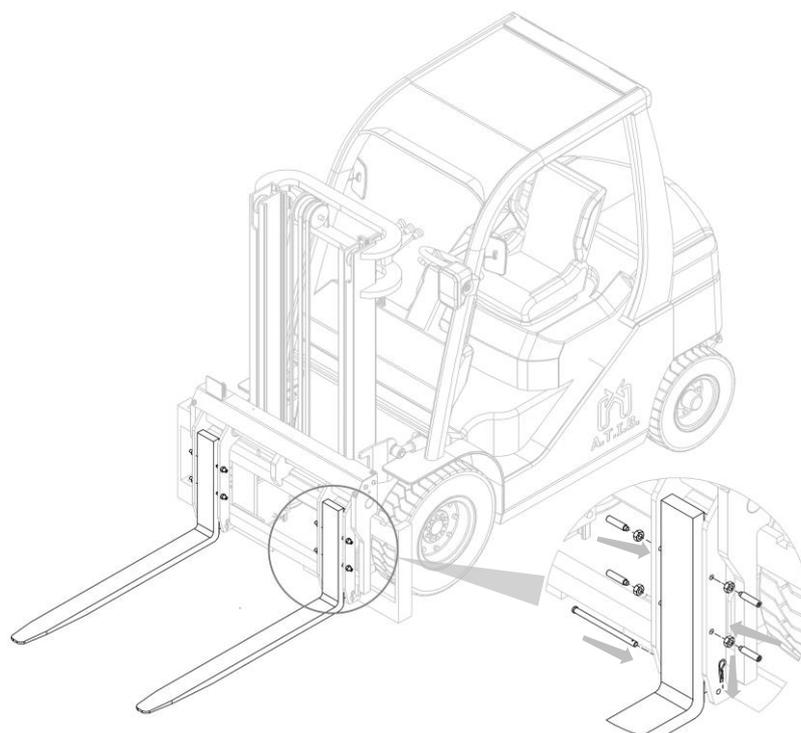

Figura 10
2. Inserte las horquillas, vuelva a atornillar los bloques de las soportes y los pasadores inferiores (mira punto 3.3) fijando las horquillas (mira Figura 10).